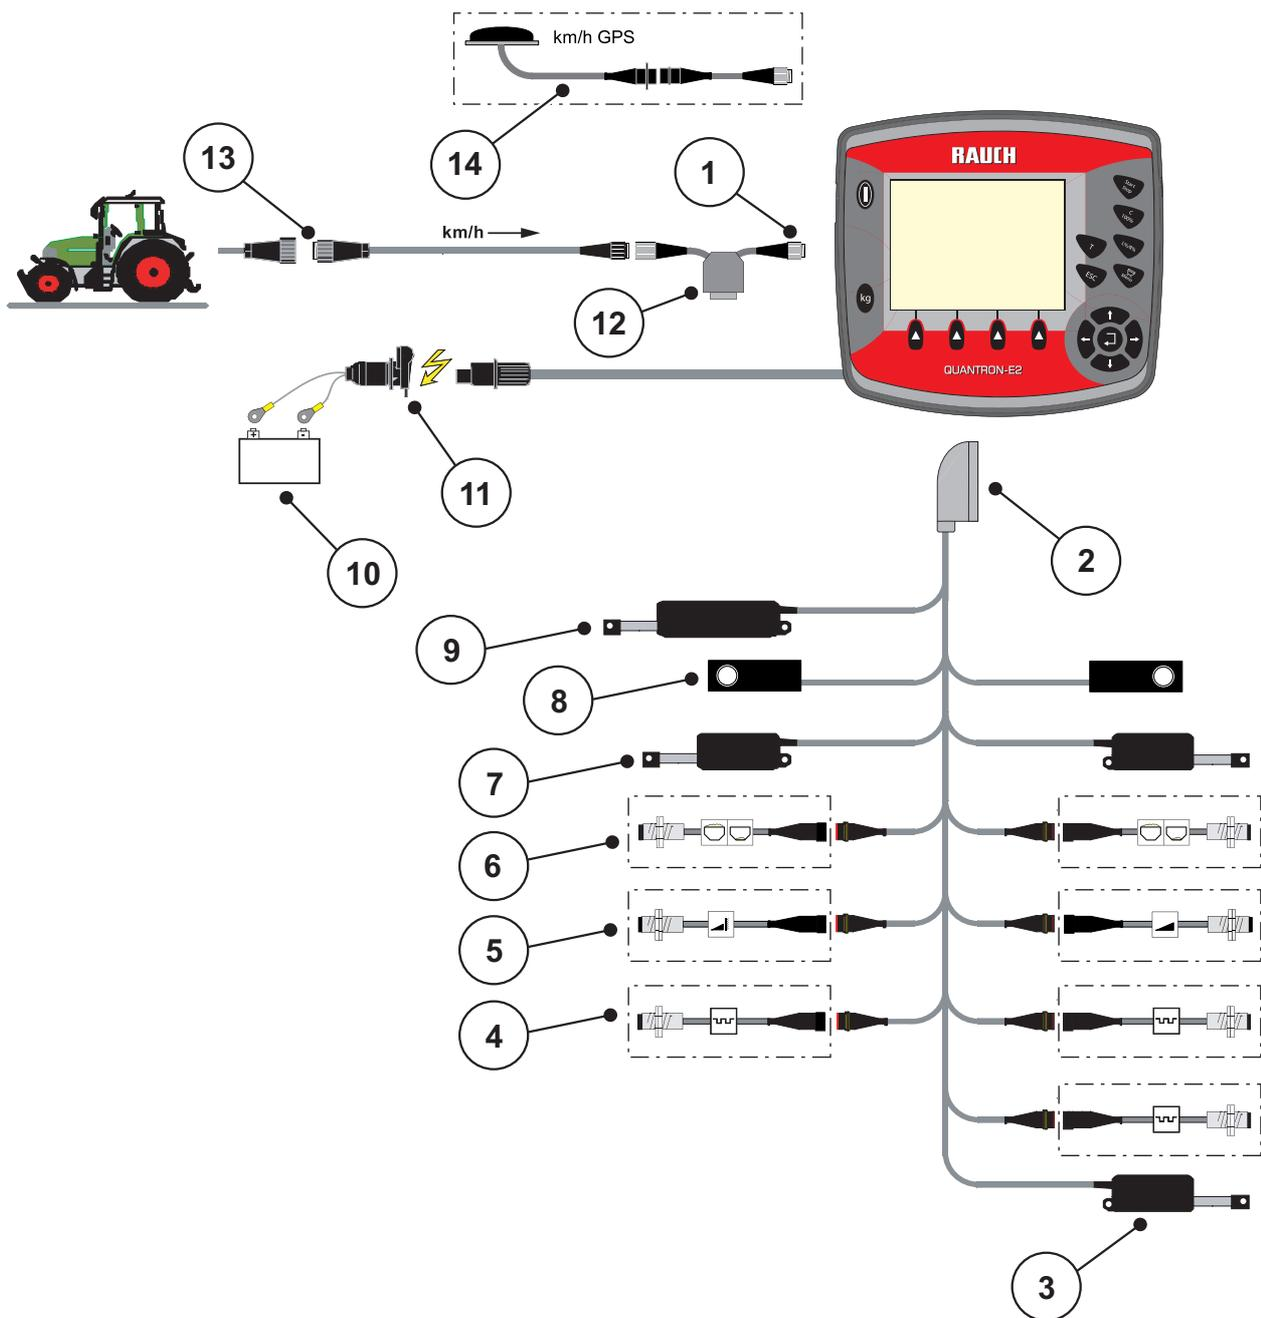
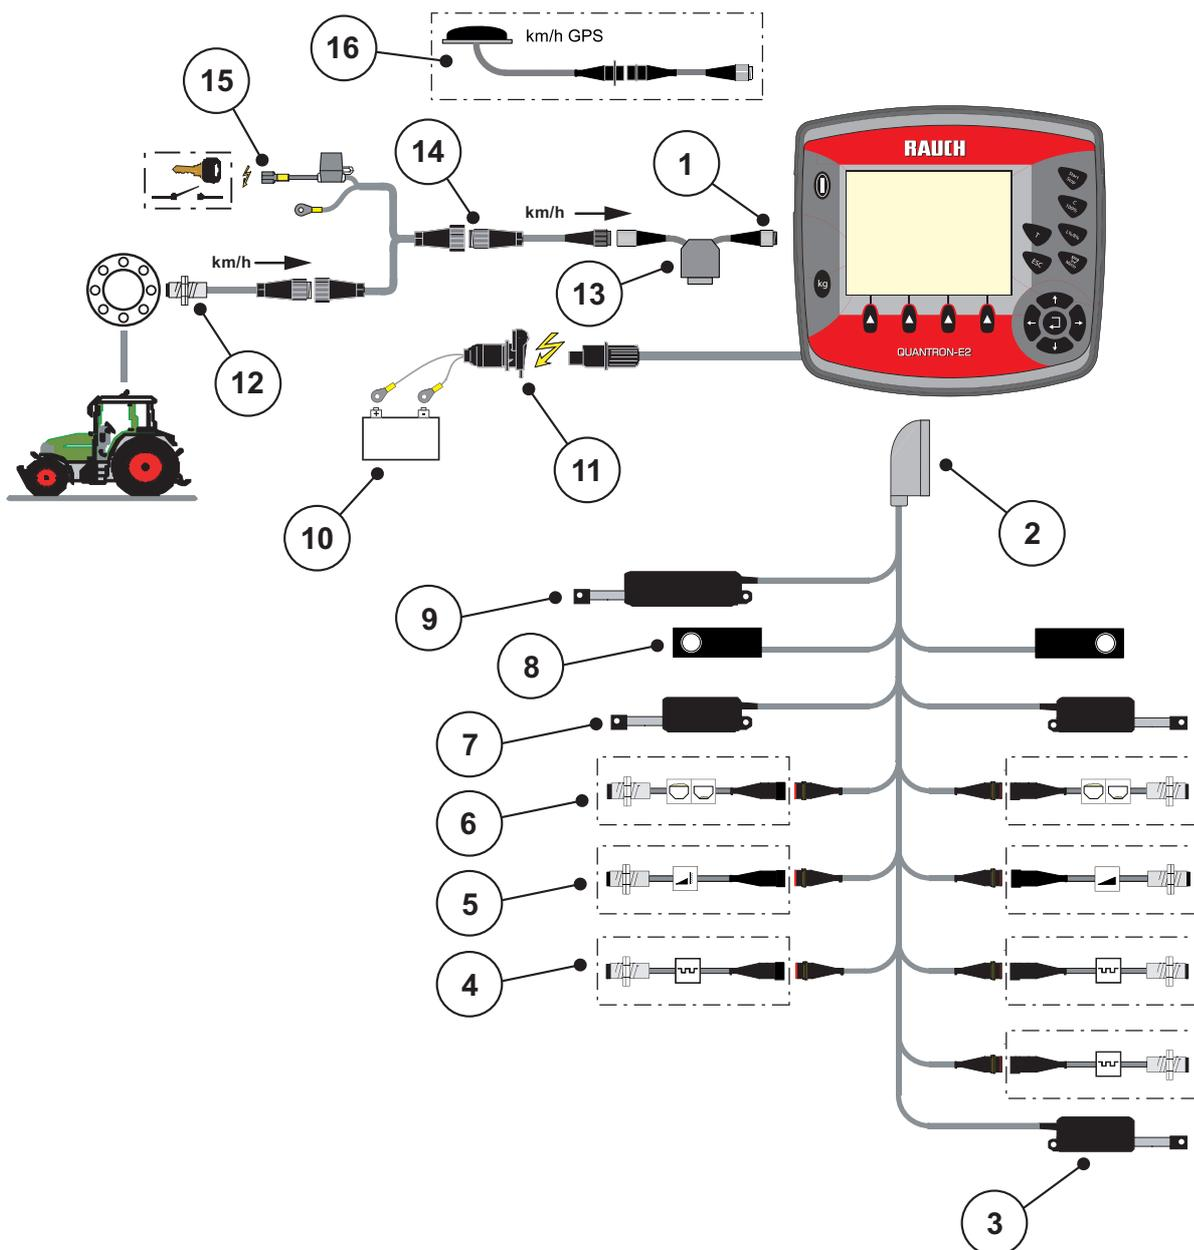

Bild 3.3: Schematische Anschlussübersicht QUANTRON-E2
Bild 3.5: Schematische Anschlussübersicht QUANTRON-E2
- Die Bedieneinheit an der 7-poligen Steckdose oder am Fahrgeschwindigkeitssensor anschließen (je nach Ausstattung, siehe Bild 3.3 bis Bild 3.5).